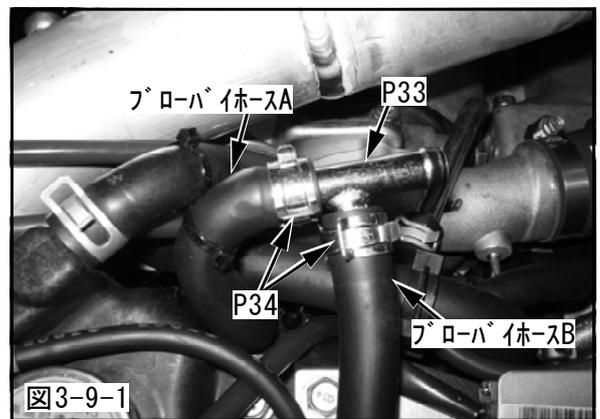

図3-9-1
- (1) ブローバイホースA, ブローバイホースBにスリーウェイを取付けてください。(図3-9-1)
- (2) 耐油ホースφ12を550mmに切断してください。